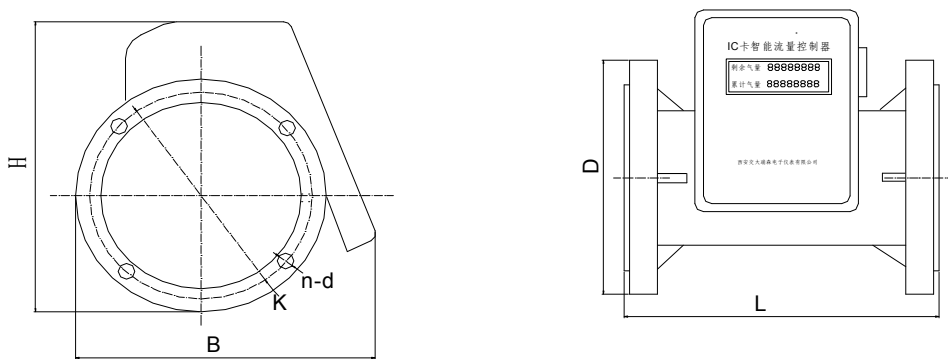

图 1 外形图
3.3.1 与涡轮、涡街、腰轮、旋进旋涡流量计连接的控制器外形见图 1,